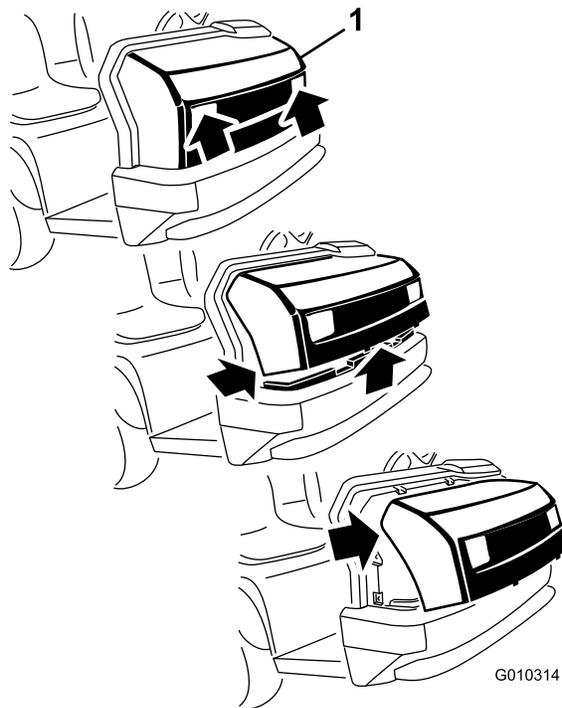

Рисунок 35
1. Взявшись за капот в области проемов фар, поднимите его вверх, чтобы высвободить нижние монтажные лапки из пазов рамы (Рисунок 35).
2. Потяните низ капота на себя и вверх, чтобы высвободить верхние монтажные лапки из пазов рамы (Рисунок 35).
3. Потяните верх капота на себя и отсоедините кабельные разъемы от фар (Рисунок 35).
2. Вставьте верхние монтажные лапки в пазы рамы (Рисунок 35).
3. Вставьте нижние монтажные лапки в пазы рамы (Рисунок 35).